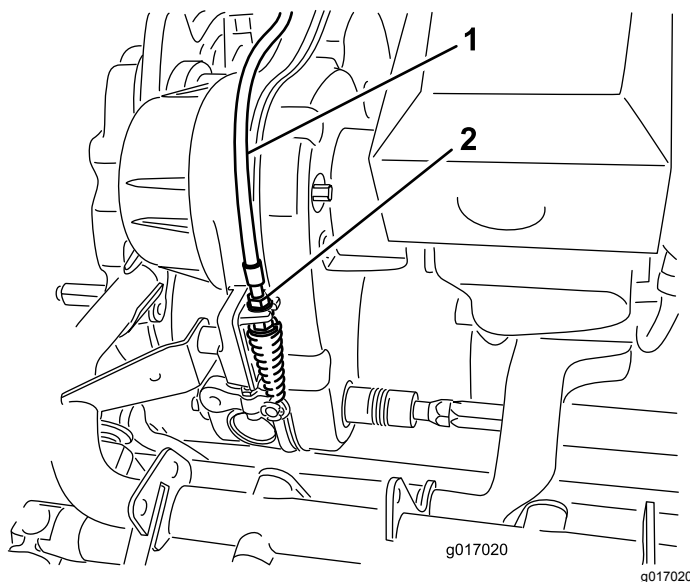

Рисунок 50
2. На переходнике трансмиссии отрегулируйте тросик управления барабаном (Рисунок 50) так, чтобы длина пружины составила 70,6 – 72,4 мм.